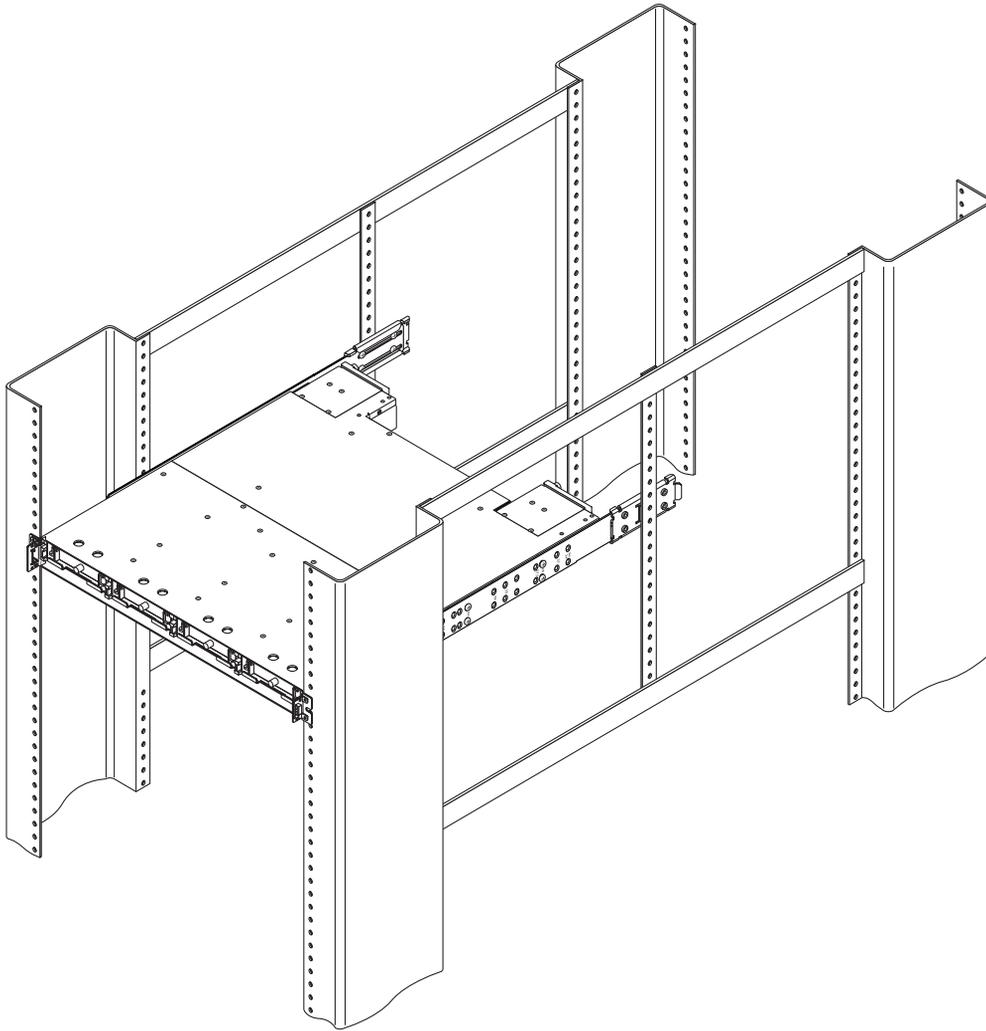

図 2-2 シャーシイヤーとベゼルを取り外してミドルブラケットを使用してラックマウントしたキャビネットアレイ (取り付け後)
- 奥行き 24.5 インチ (62.22 cm) でミドルおよびサイドブラケットを使用してキャビネットをマウントできます。図 2-2 は、ミドルおよびサイドブラケットを使用して、Sun Fire キャビネットに Sun StorEdge 3000 Family 1U アレイを取り付けた状態を示しています。
取り付け作業中は、表 2-1 の部品リストおよび図 2-2 を参照してください。この表は、キャビネットにアレイを取り付けるために必要な主なコンポーネントとねじ類のリストです。